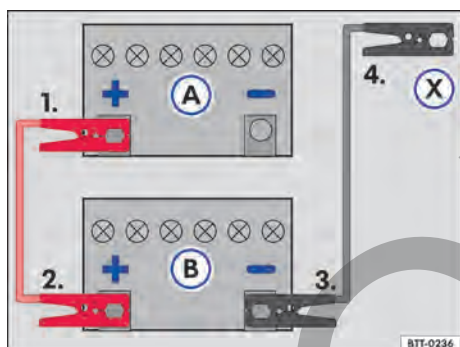

Fig. 175 Esquema para la conexión de los cables auxiliares de arranque: batería del vehículo descargada (A) y batería del vehículo que provee la corriente (B).
Leyenda para → fig. 175:
Conectar el cable de arranque auxiliar solo en la secuencia 1 - 2 - 3 - 4 → fig. 175.
- Conectar una extremidad del cable de arranque *rojo* al polo positivo (+) del vehículo con la batería del vehículo descargado → fig. 175 (A) → ⚠.
- Conectar el otro extremo del cable de arranque auxiliar *rojo* al polo positivo (+) del vehículo que suministra corriente (B).
- Conectar un extremo del cable de arranque auxiliar *negro* (X) al polo negativo (-) de la batería del vehículo que suministra la corriente (B).
- Conectar el otro extremo del cable de arranque auxiliar *negro* (X) al vehículo con la batería del vehículo descargado en una pieza maciza de metal atornillada firmemente al bloque del motor o en el mismo bloque del motor - aunque no cerca de la batería (A) → ⚠.